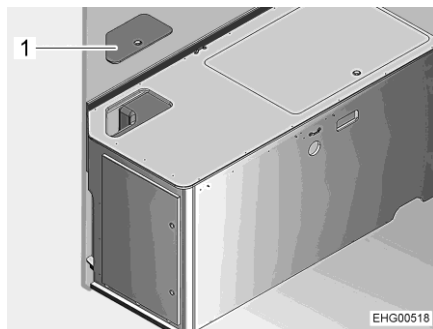

Bild 120 Bettkasten links
- Service-Deckel (Bild 120,1) abnehmen.